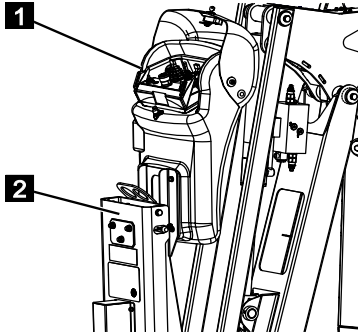

Fig. 110
5. Sortir la télécommande radio (Fig.110/1) du boîtier de commande.
7. Raccorder le connecteur du dispositif de levage (Fig.110/2) au connecteur dans le boîtier de commande.